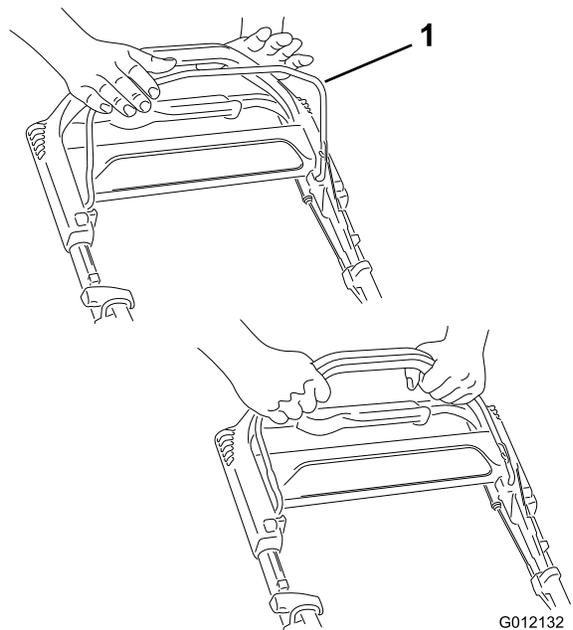

Bild 12
2. Halten Sie den Schaltbügel (Bild 12) gegen den Griff gedrückt.